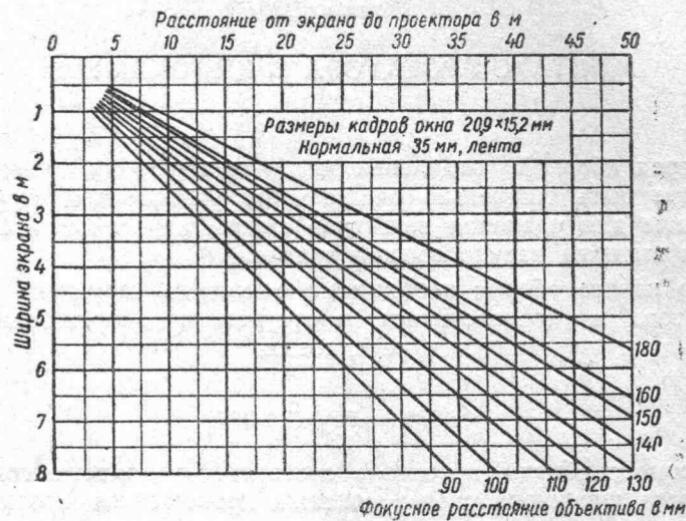

Рис. 45. Диаграмма для определения фокусного расстояния кинопроекционного объектива при демонстрации звукового фильма
Диаграмма на рис. 45 позволяет без вычислений определить фокусное расстояние объектива при известном расстоянии от центра объектива до экрана и желаемой величине изображения на экране.
10) надевают на вал треугольную шайбу и посредством специального ключа, прилагаемого к аппарату (см. рис. 45), навертывают гайку;